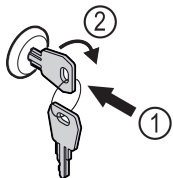

Fig. 132 Példaként szolgáló ábrázolás
- Dugja be a kulcsot Fig. 132 (1).
- Forgassa el a kulcsot 90°-kal az óramutató járásával megegyező irányba Fig. 132 (2).